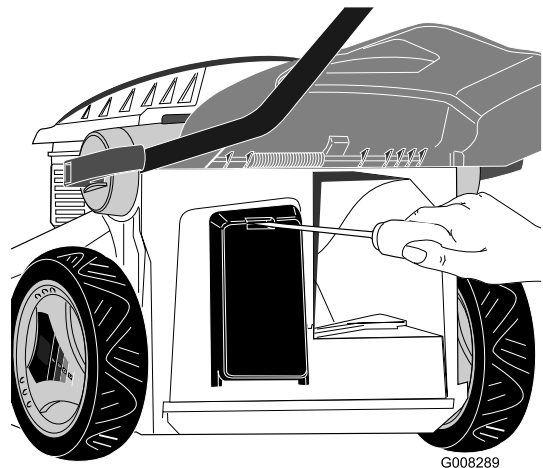

Figura 23
1. Abra la tapa del compartimiento de la batería (Figura 23).